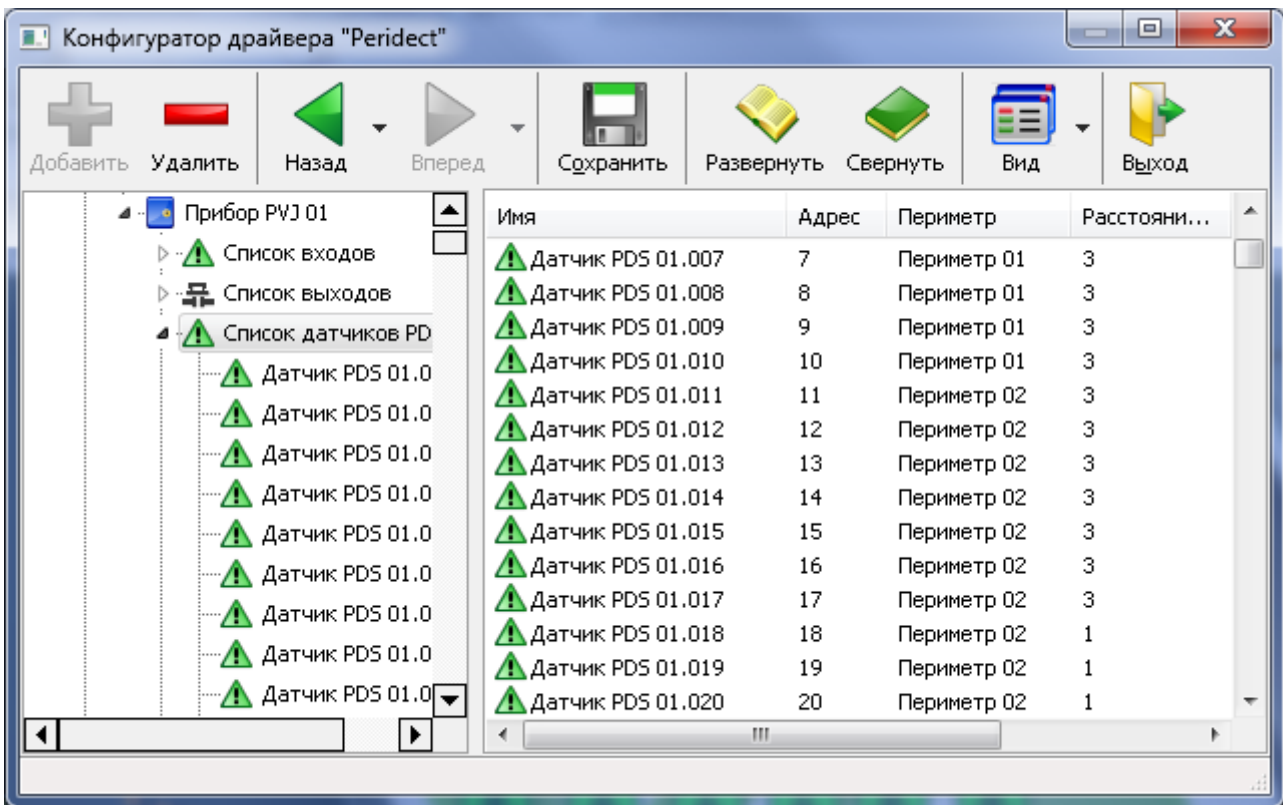

Рисунок 8 - Таблица параметров датчиков PDS
2. Отобразить таблицу с параметрами датчиков (адрес, принадлежность к периметру, дистанция). Для этого нужно нажать на стрелку кнопки «Вид» и выбрать пункт «Таблица» в выпадающем меню (Рисунок 8).